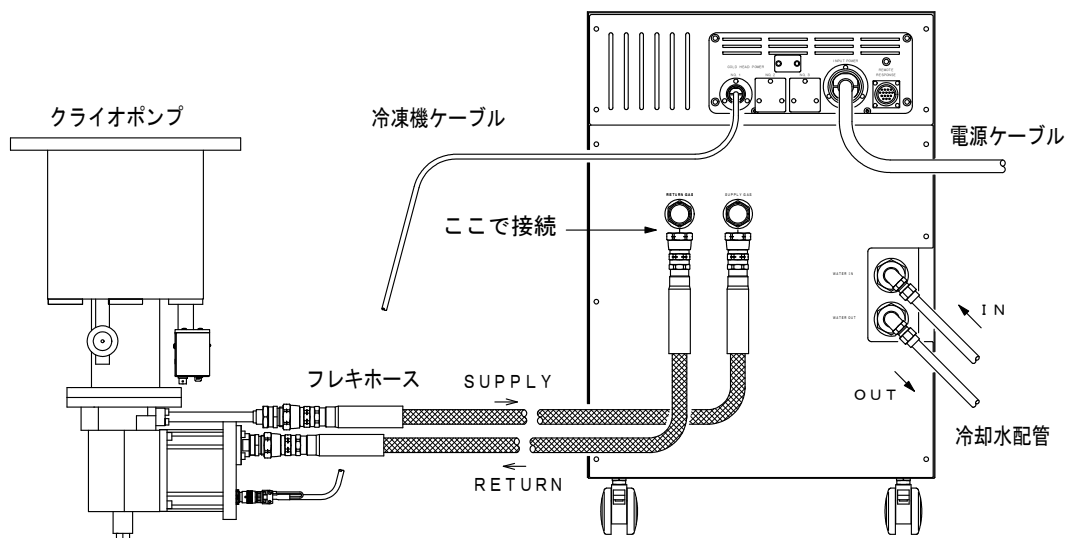

図 8-6 フレキシホースの接続
11. SUPPLY、RETURN のフレキホースを再びコンプレッサユニットに接続してください（図 8-6）。接続前にセルフシールカップリングの平ゴムガスケットが外れたり、ねじれたりしていないことを必ず確認してください。